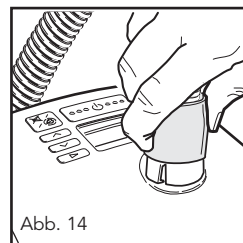

Abb. 14
8. An einem Ende des beheizten Beatmungsschlauches befindet sich ein blauer Kunststoffanschluss. Heben Sie die Manschette an und schieben Sie den Adapter auf das Gerät. Schieben Sie die Manschette nun abwärts, um den Verschluss zu erzielen (Abb. 14 und 15).